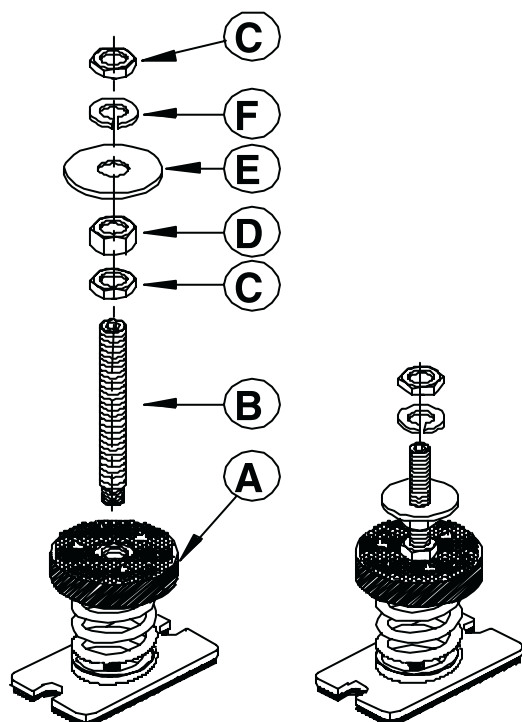

Рис. 1
- Рис. 1). Соберите компоненты винтовой стойки. Вставьте винтовую стойку в резьбовое отверстие верхней пластины виброизолирующей опоры.